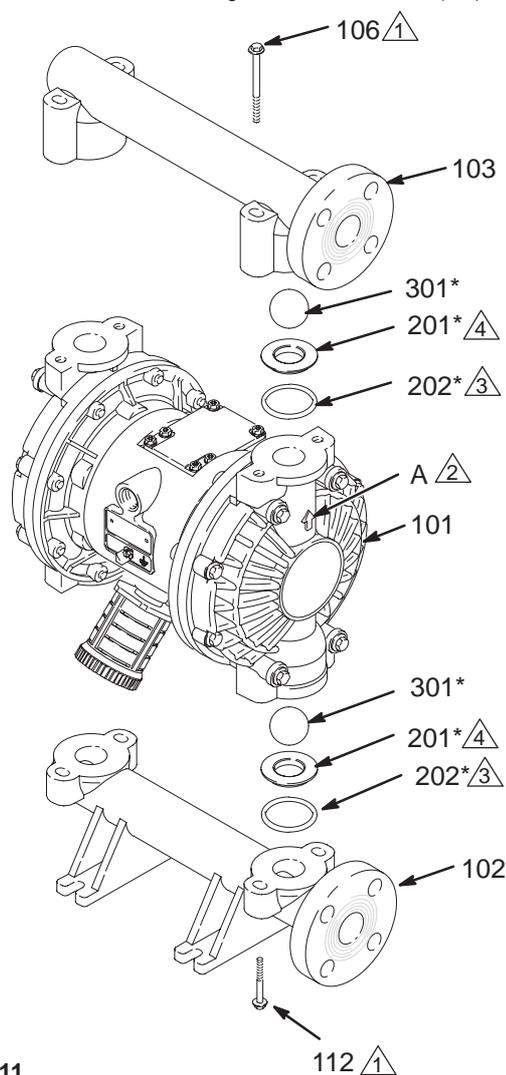

Fig. 11
3. À l'aide d'une clé à douille de 10 mm, retirer les quatre boulons (106) maintenant le collecteur de sortie (103) aux capots du circuit produit (101). Voir la Fig. 11.
4. Retirer les sièges (201), les billes (301), et les joints toriques (202) du collecteur.
**REMARQUE:** Certains modèles possèdent deux joints toriques (202), certains quatre (202) et d'autres aucun.
5. Retourner la pompe et retirer le collecteur d'entrée (102). Retirer les sièges (201), les billes (301) et les joints toriques (202) des capots (101) du circuit produit.
2. Remonter en procédant dans l'ordre inverse, en suivant les remarques de la Fig. 11. S'assurer que les billes sont remontées **exactement** comme indiqué. Les flèches (A) sur les capots (101) du circuit produit **doivent** être tournées vers le collecteur de sortie (103).
- 2  La flèche (A) doit être tournée vers le collecteur de sortie (103).
- 4  La surface biseautée du siège doit être face à la bille (301).